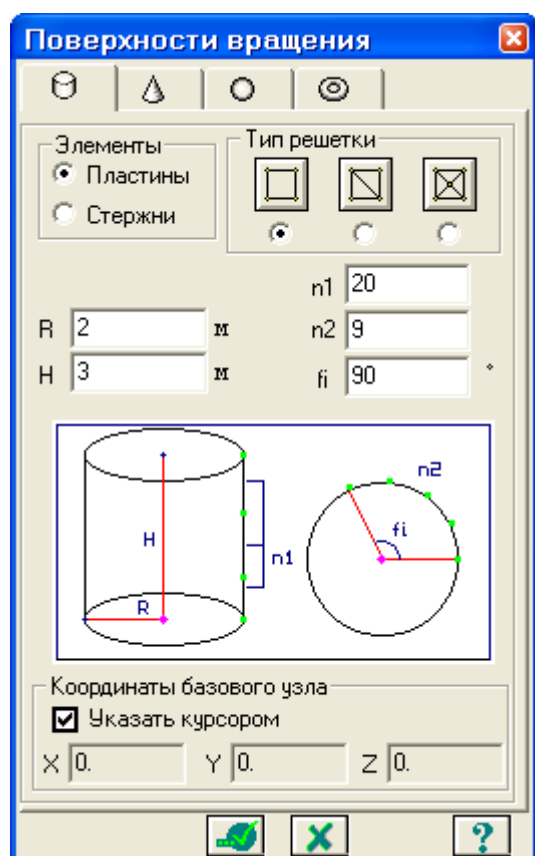

Рис.6.2. Диалоговое окно **Поверхности вращения**
- С помощью пункта меню **Схема ⇒ Создание ⇒ Поверхности вращения** (кнопка  на панели инструментов) вызовите диалоговое окно **Поверхности вращения** (рис.6.2).